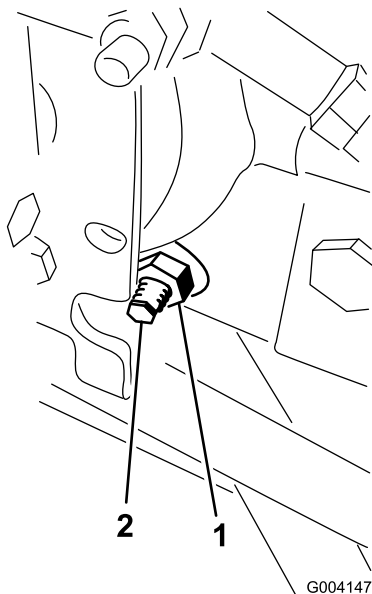

Figura 92
3. En el lado derecho del hidrostato, afloje la contratuerca de la leva de ajuste de tracción (Figura 92).